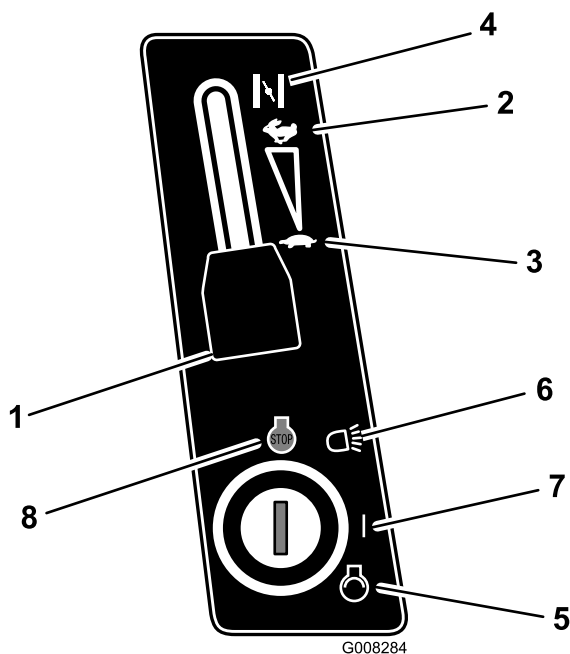

Figure 12
5. Si le moteur est froid, placez la manette d'accélérateur en position Starter (Figure 12).
- Placez la manette d'accélérateur en position Bas régime (Figure 12).
- Tournez la clé de contact dans le sens des aiguilles d'une montre et maintenez-la en position de Démarrage (Figure 12). Relâchez la clé quand le moteur démarre.
- Lorsque le moteur démarre, amenez progressivement la manette d'accélérateur en position Haut régime (Figure 12).
- Tournez la clé de contact en position Contact coupé (Figure 12).